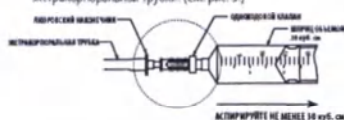

Рис. 3
- Надежно закрепите одноканальный клапан на люэровском наконечнике экстракорпоральной трубки. (См. рис. 3.)
- Медленно аспирируйте не менее 30 куб. см при помощи шприца объемом 30 куб. см. (См. рис. 3.) Извлеките шприц, оставив одноканальный клапан на месте.